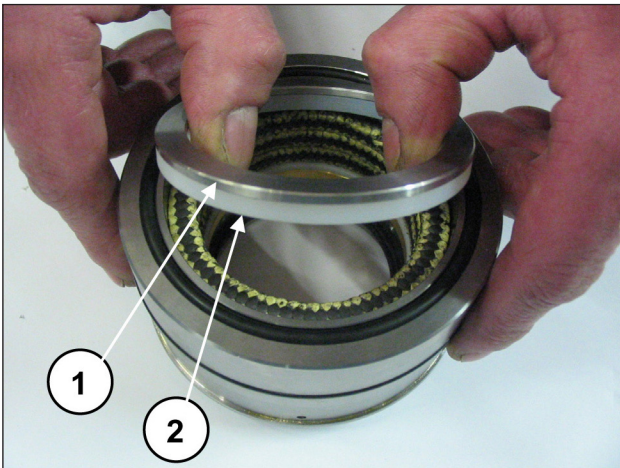
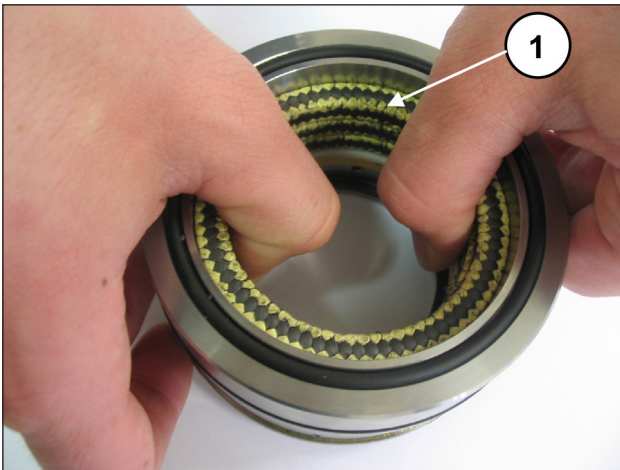

Abb. 191
Abb. 192
Trennen Sie den Dichtungshalter von der Buchse, entfernen Sie dann den Federring und den Abstreifring (Pos. ①②, Abb. 191), um die Druckdichtungen freizulegen (Pos. ①, Abb. 192).